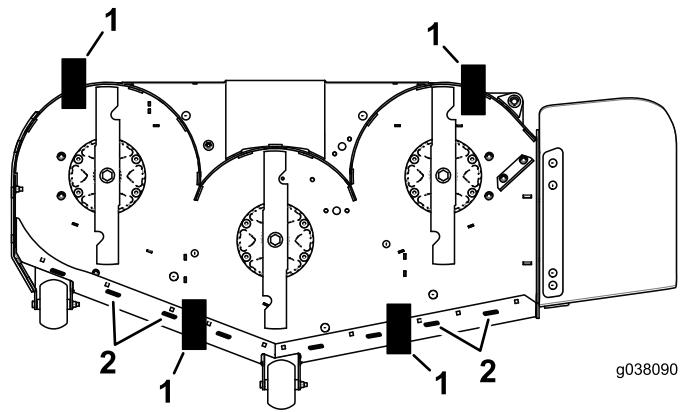

Figure 97
11. Placez une cale (voir le Tableau de hauteur de cale et d'inclinaison) sous le bord arrière de la jupe du tablier de coupe de chaque côté du tablier de coupe (Figure 97).